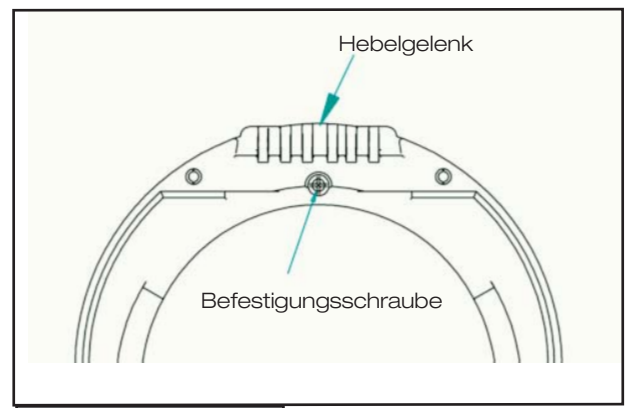

Abb. 10
3. Halteschraube entfernen (siehe Abb.10).